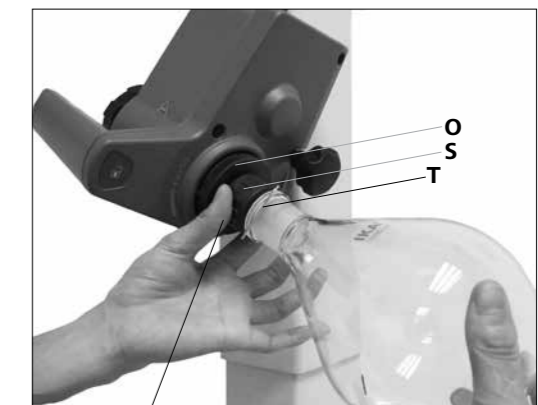

Fig.15b
- Tournez l'écrou en plastique (P) avec le collier (S) dans le sens inverse des aiguilles d'une montre jusqu'à ce que le collier repose sur la bride. (Fig. 15b)
- Tournez maintenant l'écrou en plastique dans le sens des aiguilles d'une montre jusqu'à ce que le collier serre bien la bride. Maintenez pour cela le dispositif d'arrêt (O) du conduit de vapeur.